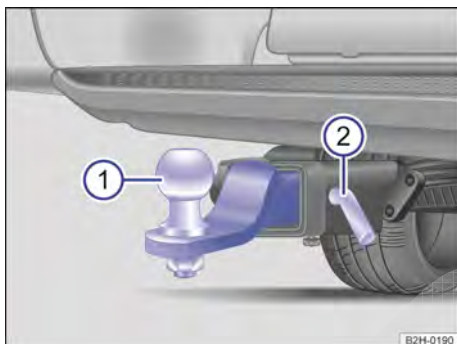

Fig. 94 Sob o para-choque traseiro: montar a rótula de engate.
- Empurrar a rótula de engate → Fig. 94 ① até o batente no alojamento.
- Empurrar o pino de travamento ② no alojamento e travar com o pino de bloqueio → ⚠️.
- Puxar o pino de travamento → Fig. 94 ② do batente.
- Remover a cabeça esférica ① do alojamento.